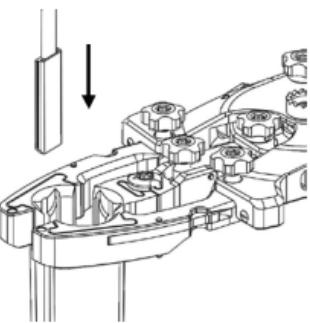

Figura 18
- Deslice la punta del regulador del **cable de luz** (ML-0068) en el canal de regulador de la hoja (figura 18).